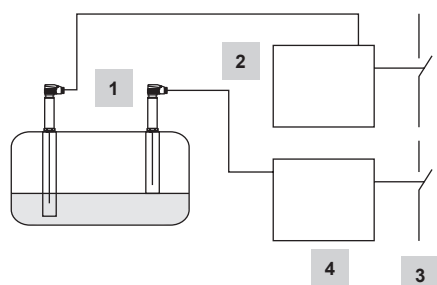

Fig. 9
**Fig. 9** Gruppo formato da 1 sonda di livello LP40 e 1 unità di controllo LCS3050 che funge da limitatore di livello da 1 sonda di livello LP40 e 1 unità di controllo LCS3050 con funzione di allarme di basso livello. Sicurezza funzionale IEC 61508, SIL 3. Ulteriori applicazioni in conformità alle normative nazionali